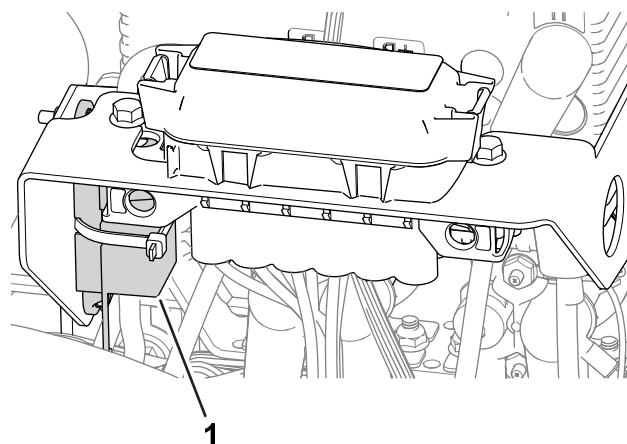

Figura 61
- El fusible del motor de la rueda izquierda (60 A) está situado debajo de la cubierta del lado izquierdo de la máquina, cerca de los fusibles del circuito de transmisión del molinete (Figura 61).